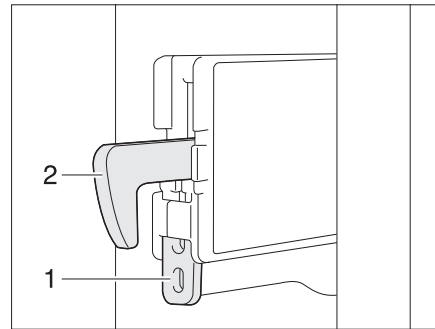

Fig. 231 Fixation crochet de verrouillage
- Fixer le crochet de verrouillage : ■ Pousser la fixation (Fig. 231,1) vers le haut. Le crochet de verrouillage (Fig. 231,2) est pressé vers le haut, il est mis hors fonction.
- Appuyer vers le bas sur le crochet de verrouillage (Fig. 231,2). Le crochet de verrouillage est de nouveau en fonction.